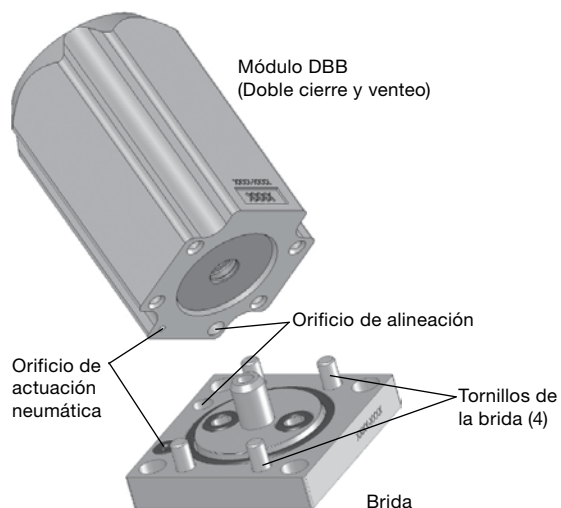

Fig. 6
3. Alinee la **entrada de aire** y los **orificios de alineación** de la nueva **brida** con los de la base del módulo DBB. Ver Fig. 6.